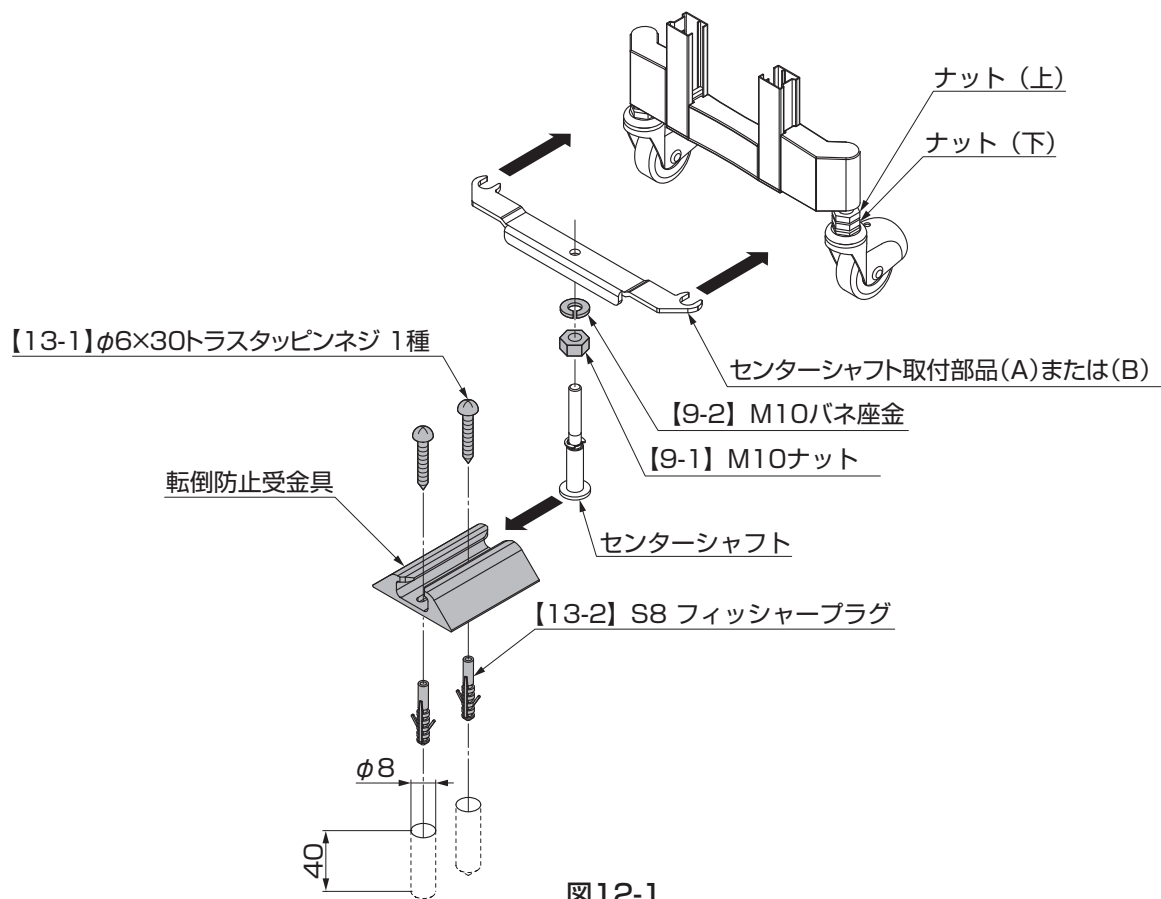

図12-1
- ①キャスト両側「ナット(上)」を下に下げてください。(図12-1参照)
- ③【9-1】および【9-2】を組付けた「センターシャフト」を、高さを調節して「センターシャフト取付部品」に固定してください。(図12-1参照)
- ④本体に取付けた「センターシャフト」の位置に合わせて、「転倒防止受金具」を施工してください。
- ⑤転倒防止受金具の長孔センター位置の地盤に、φ8深さ40以上の下孔をあけてください。(図12-1参照)
- ⑥【13-2】を圧入して、【13-1】で転倒防止受金具を固定してください。(図12-1参照)